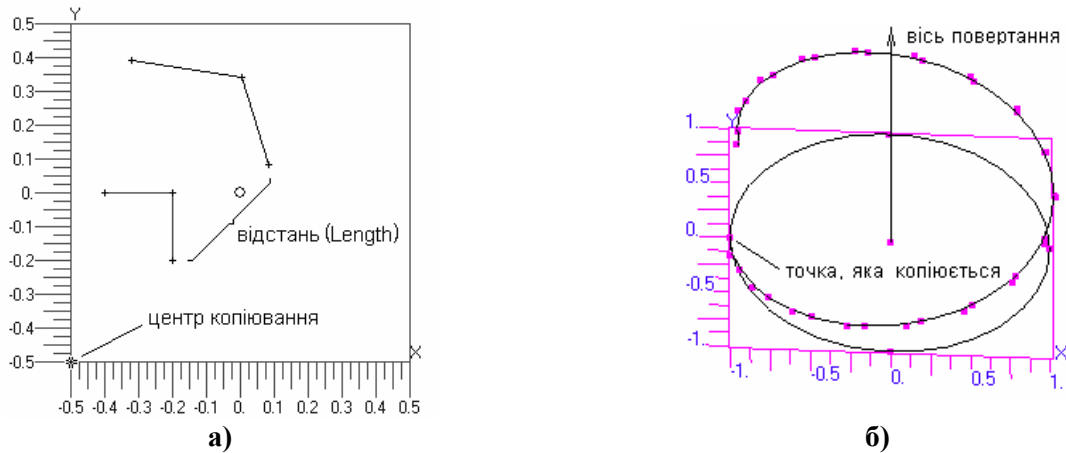

Рис.2.18. Приклади копіювання: а) – радіального ліній; б) – точки з обертанням та зміщенням, з наступним створенням сплаймової лінії
- радіальне копіювання (**Radial Copy...**, окрім **Solid**): все майже аналогічно **Copy...**, але зміщення проходить на відстань **Length** вздовж радіусу, що проходить через вказаний центр копіювання та поточну точку обраного об’єкта (див. рис.2.18-а);
- копіювання з одночасним обертанням (**Rotate...**): обирається об’єкт, вказуються кількість копій та положення осі обертання, потім – кут обертання та крок зміщення при копіюванні. На рис.2.18-б точка копіювалася 19 разів навколо вертикальної осі з кутом обертання 18 градусів та кроком зміщення 0.05; потім через точки проведено сплайнову лінію (на малюнку видні автоматично створені опорні точки сплайну). Результат – повний оберт гвинтової лінії з кроком 1.0.